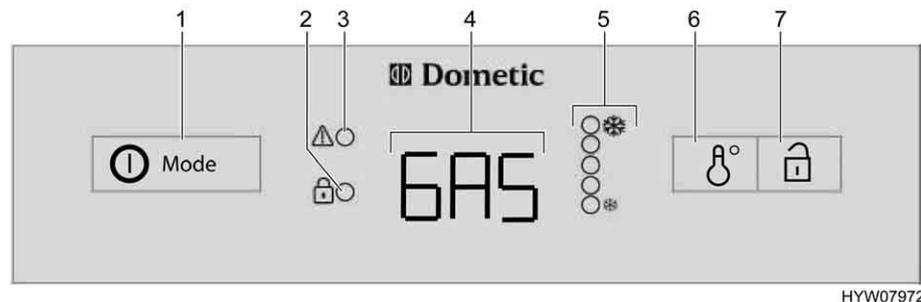

Bild 139 Bedienelemente für den Kühlschrank (Dometic 8er-Reihe mit AES)
Bei Störungen blinkt die Anzeige-LED Störung "⚠" (Bild 139,3).
Wenn die 230-V-Versorgung **nicht** angeschlossen und der Motor des Zugfahrzeugs **ausgeschaltet** ist, wählt das AES die Gasversorgung. Beim Anwählen des Gasbetriebs wird die Zündsicherung automatisch geöffnet, so dass Gas zum Brenner strömen kann. Gleichzeitig wird der elektronische Zünder eingeschaltet. Erlischt die Gasflamme, z. B. durch einen Luftzug, wird der Zünder sofort aktiviert und zündet das Gas wieder an. Bei Störung im Gasbetrieb blinkt in der Betriebsanzeige (Bild 139,4) der Text "GAS".
Nach dem Einschalten wählt der Kühlschrank automatisch die mittlere Thermostateinstellung. Diese Einstellung kann manuell mit dem Schalter für die Temperatureinstellung (Bild 139,6) nachgeregelt werden. Die Anzeige-LEDs (Bild 139,5) zeigen die gewählte Thermostateinstellung an. Mit dem Schalter wird die Kühltemperatur für alle drei Energiearten eingestellt. Es dauert einige Stunden, bis der Kühlschrank die normale Betriebstemperatur erreicht hat. Beim Umschalten der Betriebsart wird die Thermostateinstellung beibehalten. Die Kühltemperatur wird unabhängig von der Energieart beibehalten.
- Den Einschalter/Energie-Wahlschalter (Bild 139,1) 2 Sekunden lang drücken, um das Gerät einzuschalten. Die zuletzt gewählte Betriebsart wird in der Betriebsanzeige (Bild 139,4) angezeigt.
- Mit dem Einschalter/Energie-Wahlschalter (Bild 139,1) die Energieart wählen.
- Die Kühltemperatur am Schalter für Temperatureinstellung (Bild 139,6) einstellen. Die Anzeige-LEDs (Bild 139,5) zeigen die gewählte Thermostat-Einstellung.
- Den Einschalter/Energie-Wahlschalter (Bild 139,1) 2 Sekunden lang drücken. Alle Anzeigen erlöschen.